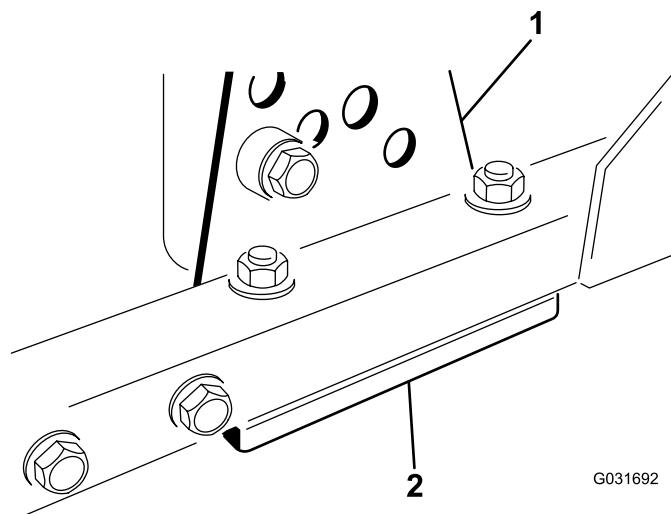

Figura 15
1. Togliete la staffa dell'altezza di taglio (anteriore, sinistra o destra) dal telaio del piatto di taglio (Figura 15).
2. Regolate gli spessori di 1,5 mm e/o 0,7 mm fra il telaio del piatto di taglio e la staffa per ottenere l'impostazione dell'altezza desiderata (Figura 15).